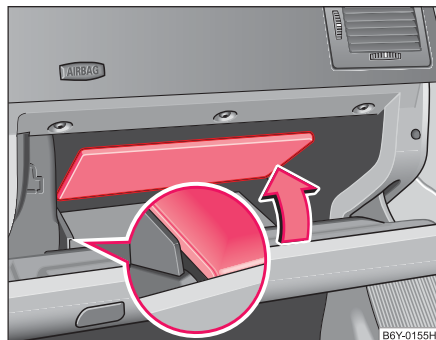

Fig. 70 Vide-poches: Panneau de séparation basculant
⇒ fig. 70.
- Attrapez le panneau de séparation par le bord ou par la découpeure et rabattez-le dans le sens de la flèche ⇒ fig. 70.